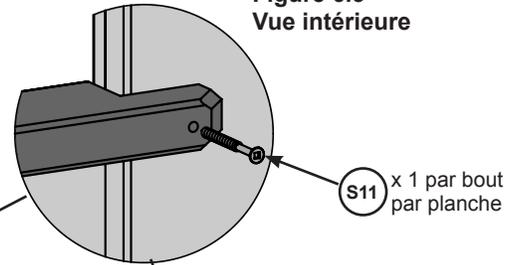

Figure 6.1
A : Dans l'ouverture de la Paroi de mur de la balançoire (032), depuis l'intérieur, fixez le Haut de mur de la balançoire (061), serré contre le coin des parois et avec le surplomb à l'intérieur, avec 1 vis à bois (S11) #8 x 2" à chaque bout, comme sur les (figures 6.1 et 6.3).
B : Fixez le Haut de mur de la balançoire (061) à la latte dans la Paroi de mur de la balançoire (032) avec 1 Support d'angle en utilisant 3 (S37) vis cylindriques #7 x 5/8" (figures 6.1 et 6.2).
C : Dans l'ouverture de la Paroi de fin de toboggan (022), depuis l'intérieur, fixez le Demi haut de mur (062), serré contre le coin des parois et avec le surplomb à l'intérieur, avec 1 vis à bois (S11) #8 x 2" à chaque bout, comme sur les (figures 6.1 et 6.3).
D : Fixez le Demi haut de mur (062) aux lattes dans la Paroi de fin de toboggan (022) avec 2 Supports d'angle en utilisant 3 (S37) vis cylindriques #7 x 5/8" par support (figures 6.1 et 6.2).